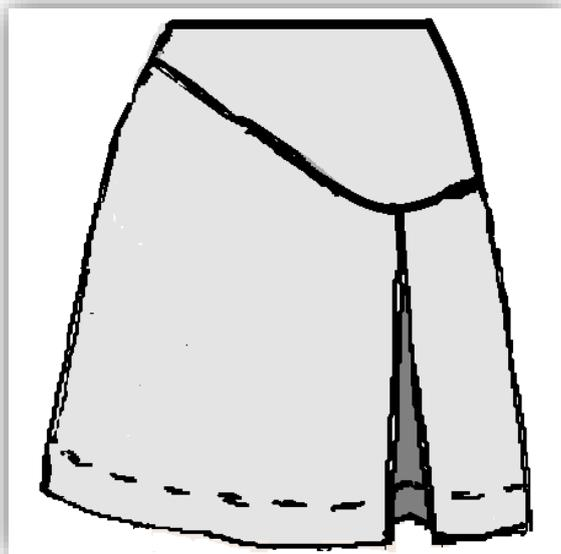

Рисунок 1 – Фрагмент платья. Нижняя часть переда
Второй этап: Моделирование фрагмента заданной модели **«Нижняя часть переда»** женского платья (стр. 7, рис. 1) в натуральную величину и изготовление лекал
Третий этап: Изготовление (пошив) образца фрагмента заданной модели (стр. 7, рис. 1) женского платья.
1) Внешний вид фрагмента заданного изделия должен полностью соответствовать техническому рисунку модели и художественно-техническому описанию (стр. 3, табл.1) и рисунку фрагмента (стр. 7, рис. 1).